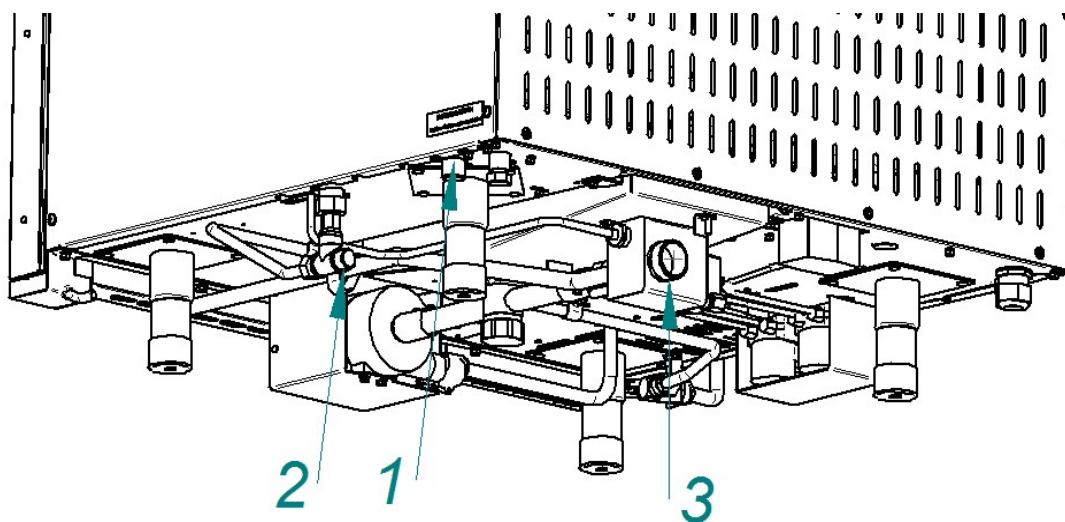
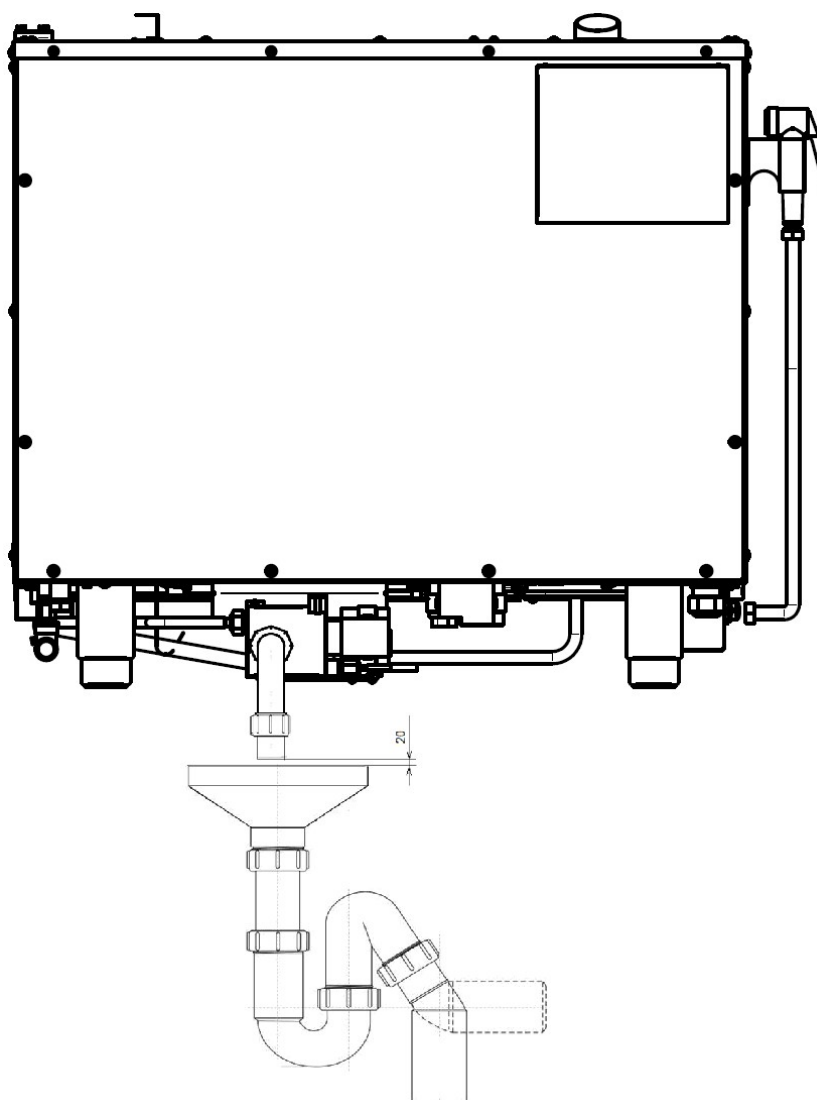

Рис. 3. Подключение к системе водоснабжения и канализации
Рис.4. Подключение к системе канализации
• G3/4 наружная резьба (см. рис.3 поз.1) – парогенератор. Подключать через водоумягчительную установку (водородно-ионного обмена) или фильтр воды. Рекомендуется использовать фильтр BRITA PURITY C300 Quell ST.
• G1/2" наружная резьба (см. рис.3 поз.2) – душевое устройство и охлаждение коллектора. Допускается подключать к неподготовленной воде.
- подключить пароконвектомат к системе канализации (см. рис.4) через соединение резьбой G1¼" (см. рис.3 поз.3). Для подключения в комплект поставки входит труба гибкая K215. Подключение к канализации выполнить с разрывом струи не менее 20мм от верха приемной воронки (СНиП 2.04. 01-85 п. 17.11).